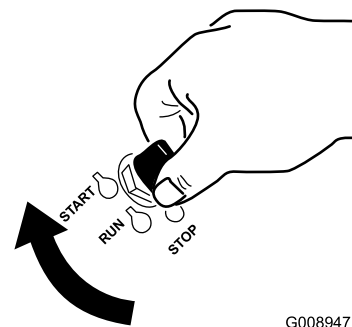

Figure 19
6. Tournez la clé de contact à la position de DÉMARRAGE (Figure 19).